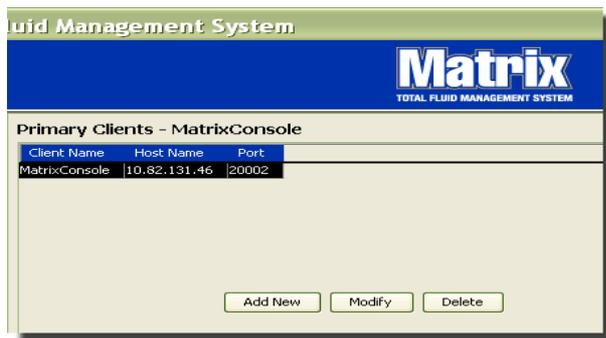

ABB. 79
- Um weitere Primär-Clients hinzuzufügen, wählen Sie die Schaltfläche „Neu hinzufügen“ (ABB. 79).